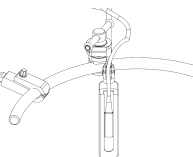

Figura 17
- Far scorrere le punte con distanziatore del **cavo a fibre ottiche, punta con distanziatore, 10', non sterile (ML-0068)** nei canali del distanziatore delle **lame del divaricatore** (Figura 17).